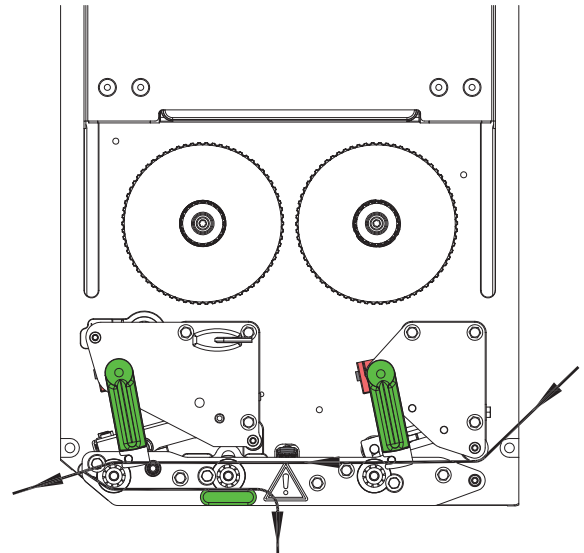

Bild 10 Etikettenlauf
2. Hebel (3) und (9) gegen den Uhrzeigersinn schwenken und dadurch Druckkopf (1) und Rückzugsystem (8) öffnen.
3. Etikettenstreifen (7) gemäß Bild 10 bis zur Spende- oder Rückzugskante (2) einlegen und bis zum Anschlag an der Montagewand schieben. Die Druckseite der Etiketten muss von oben zu sehen sein.
4. Etiketten so weit über die Spende- oder Rückzugskante hinauschieben, dass der Streifen zurück bis zum Andrucksystem (4) reicht. Etiketten vom überstehenden Trägermaterial entfernen.
5. Hebel (3) und (9) bis zum Anschlag im Uhrzeigersinn schwenken und dadurch Druckkopf (1) und Rückzugsystem (8) verriegeln.